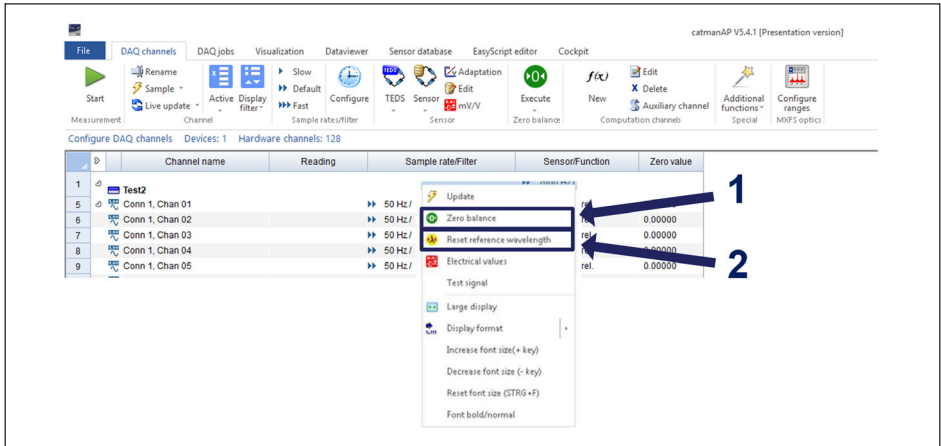

Fig. 4.27 Puesta a cero y restablecimiento de la longitud de ondas de referencia
- ▶ Alternativamente, puede hacer clic con el botón derecho del ratón en la línea que desea poner a cero y seleccionar la opción **Zero Balance** (Puesta a cero) (número 1 en la Fig. 4.27).
- ▶ Haga clic con el botón derecho del ratón en la línea que desea restablecer y seleccione la opción **Reset reference wavelength** (Restablecer longitud de ondas de referencia) (número 2 en la Fig. 4.27).